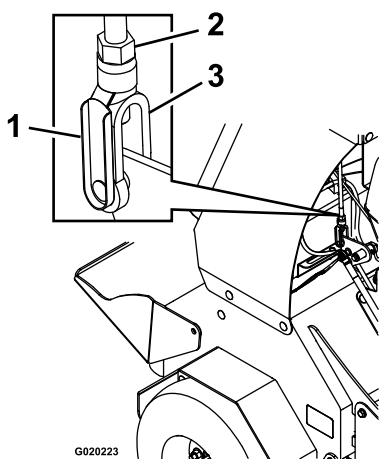

Figure 51
- B. Retirez l'axe élastique de la chape sur la timonerie de commande de déplacement (Figure 51).
- Si le levier de commande **touche la barre de référence**, tournez la chape (Figure 51) dans le sens horaire (vu du haut de la machine).
- Si le levier de commande **ne touche pas la barre de référence**, tournez la chape (Figure 51) dans le sens antihoraire.
- D. Reposez l'axe de chape élastique (Figure 51) et avancez le levier de commande.